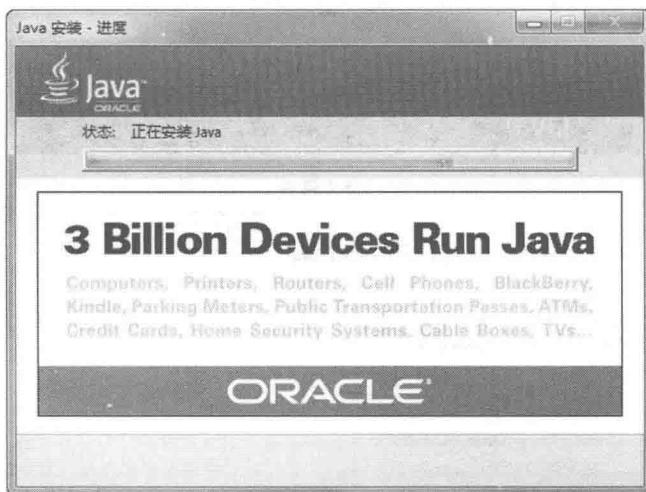
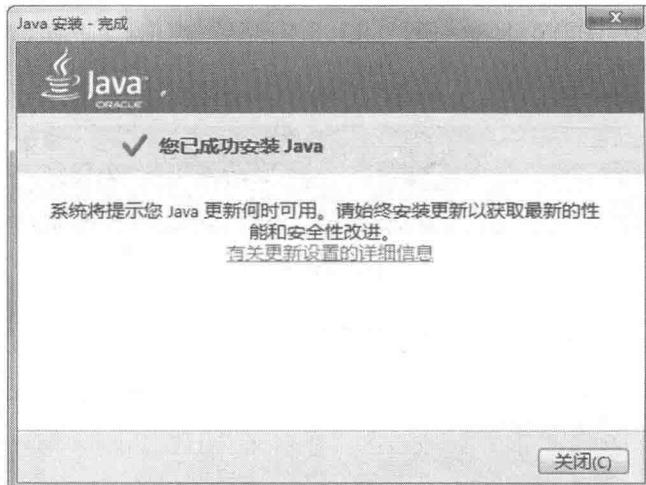

图 1-7 安装 Java 运行环境
图 1-8 完成 Java 运行环境安装
(5) 安装界面如图 1-7 所示,安装完成后,在图 1-8 所示界面中点击【关闭(C)】按钮退出安装。